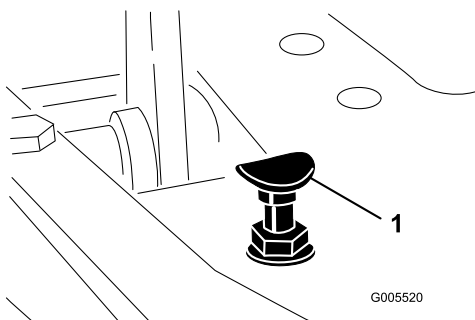

Figura 55
Para obtener la velocidad máxima de transporte, ponga la palanca de control funcional en la posición de transporte y pise el pedal de tracción. Si el pedal toca el tope (Figura 55) antes de que se note tensión en el cable, es necesario hacer un ajuste:
1. Ponga la palanca de control funcional en la posición de transporte y afloje la contratuerca que fija el tope del pedal a la chapa del suelo (Figura 55).